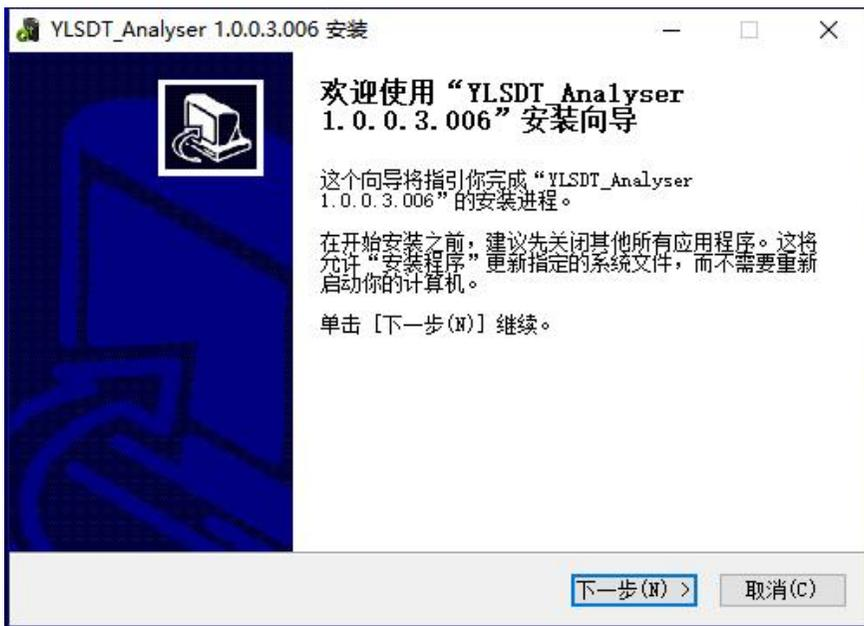

图 3-1 安装界面
①在随仪器配置的 U 盘上找到 YL-SDT02P 超声成孔分析软件 Setup.exe 文件，双击打开该文件，即可进入安装界面，见图 3-1。